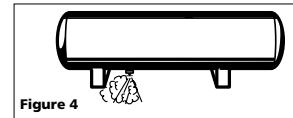

Figure 4
2. Drainer l'humidité du réservoir en ouvrant le robinet de vidange sous le réservoir. Pencher le réservoir pour en retirer toute l'humidité. Voir Figure 4.